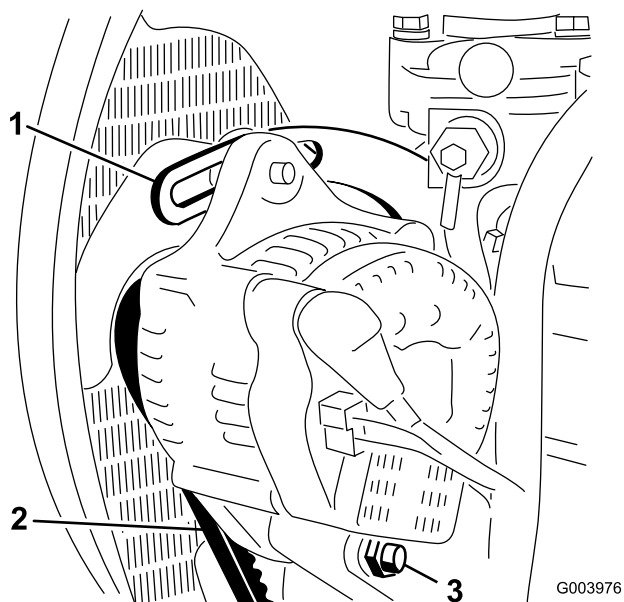

Figura 54
2. Verifique a tensão da correia do alternador, premindo-a (Figura 54) até metade entre as polias do alternador e do cárter com uma força de 10 kg.
3. Desaperte o parafusos que segura a abraçadeira ao motor (Figura 54), o parafuso que segura o alternador à abraçadeira e o parafuso de articulação.